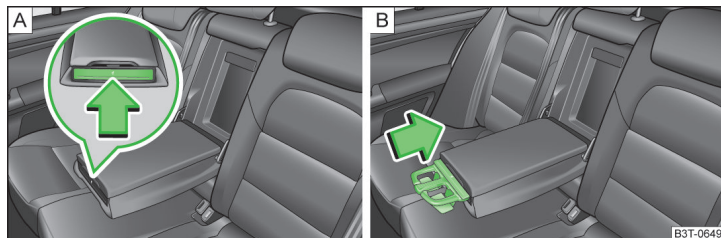

Fig. 84 Apoyabrazos trasero: sacar el soporte de bebidas / insertar el soporte de bebidas
- Presionar la parte frontal del apoyabrazos en el sentido de la flecha » fig. 84 - **A**, el soporte de bebidas saldrá hacia fuera.
- Para insertar de nuevo el soporte de bebidas, presionar en la parte central del soporte de bebidas » fig. 84 - **B** e insertarlo en el apoyabrazos.